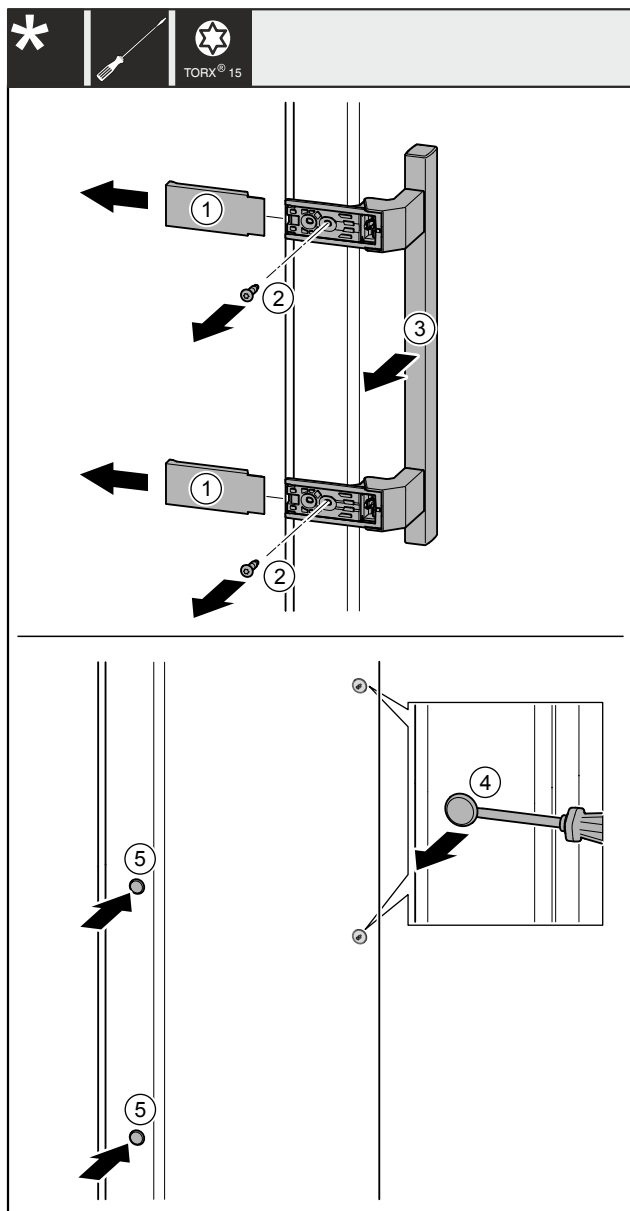

Fig. 27
- Izvucite poklopce Fig. 27 (1).
- Odvijačem odvrnite vijke Fig. 27 (2).
- Skinite ručku Fig. 27 (3).
- Odvijačem s ravnom glavom oprezno podignite bočni čep Fig. 27 (4) i izvucite ga.
- Ponovno umetnite čep Fig. 27 (5) na drugoj strani.